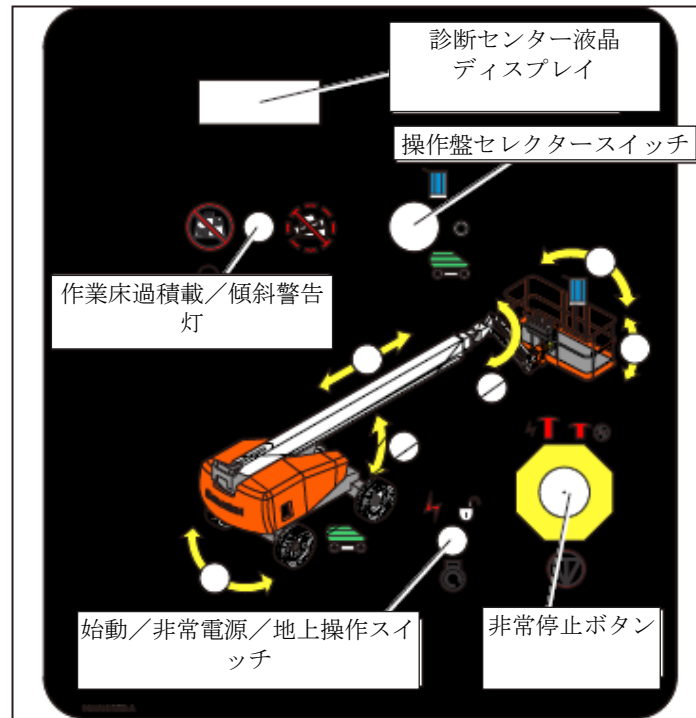

図 7.7 - 下部操作盤
作業床に誰も乗っていない状態で、下部操作盤の各操作スイッチの動作をテストします（図 7.7 を参照）。
3. 始動スイッチ（図 7.7 を参照）の機能は、自動車のイグニションスイッチと似ています。
下部操作盤の診断センターディスプレイ（図 7.7 を参照）を下部操作盤からテストするには次の通り行ってください。